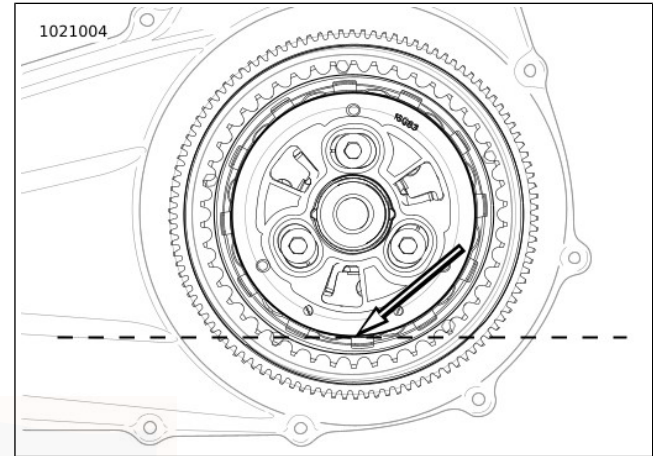

Abbildung 52. Stand des Primärkettengehäuse-Schmiermittels
- b. Siehe Abbildung 52. Der korrekte Füllstand liegt ca.